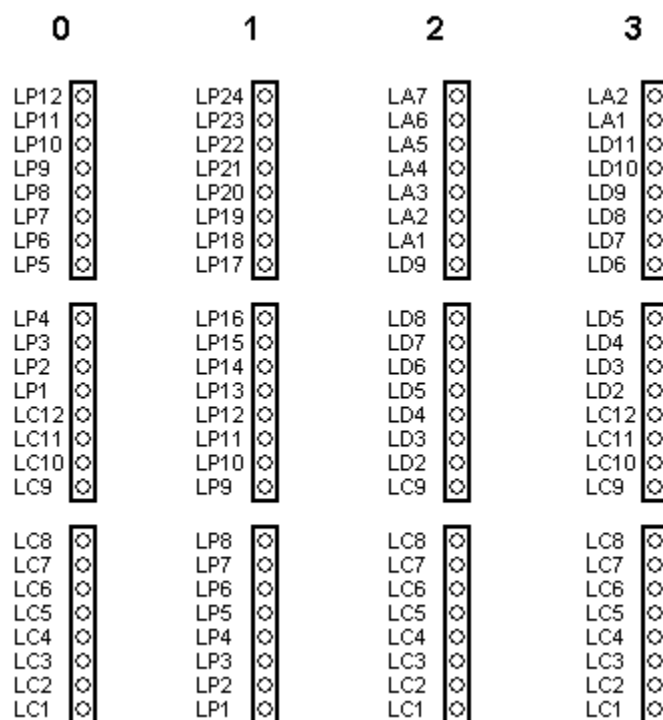

Figura 53
- Configuración de terminales de llamadas (Tabla 3). La Figura 53 muestra la configuración de los terminales de entrada salida para las configuraciones tipo “una llamada por hilo” (ID = 0 a 3). Por la descripción de las otras configuraciones ver sección “Conexión de las llamadas” del capítulo “INSTALACION”)